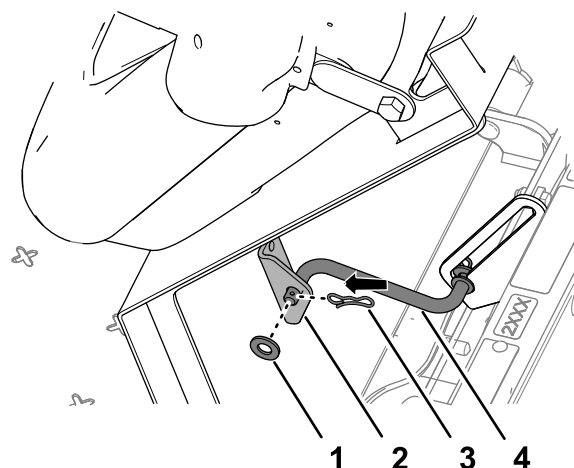

Figura 224
5. Montate l'asta di supporto sulla staffa del sedile con la rondella e la coppiglia (Figura 224).